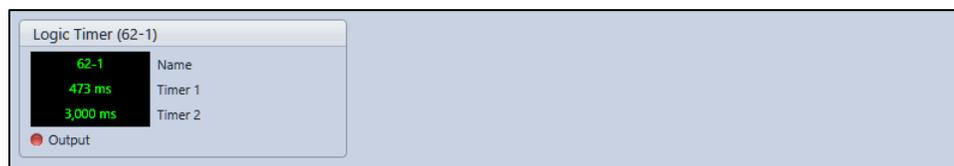

图 45-9. 逻辑定时器状态界面
要使用 BESTCOMSPiUs 查看逻辑定时器状态，请使用计量资源管理器打开状态、逻辑定时器 (62) 界面，如图 45-9 所示。要从前面板显示屏查看逻辑定时器状态，请导航至计量、状态、逻辑定时器 (62)。